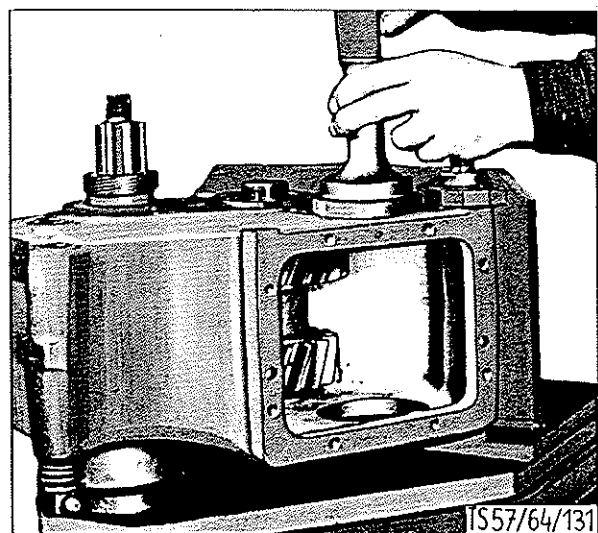

BILD 11: Rollenlager-Außenring einpressen
7. Rechter Rollenlager-Außenring (1/6) mit Rollenkrantz in das Gehäuse einbauen (Bild 11). Rollenlager-Innenring (1/6) auf die Antriebswelle (1/4) pressen und diese in das Gehäuse einführen. Sprengring in das Kugellager (1/2) einbauen und Lager auf die Welle und in das Gehäuse treiben.